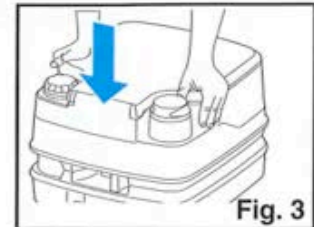

Fig. 3
3. Recombine tanks (Fig. 3).
3. Vuelva a acoplar los tanques (Fig. 3).